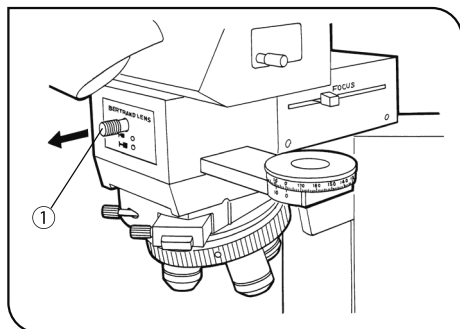

図 23
- 2) ベルトランレンズ挿脱つまみ①を動かして引き出し位置 (○印) にします。(図23)